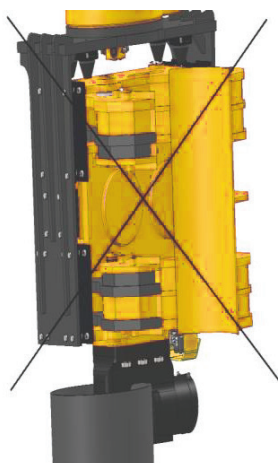

Рис. 9.
- При длительной работе нижним зажимом необходимо обеспечить нагрузку бокового захвата с помощью отрезка трубы или бревна (см. рис. 9).